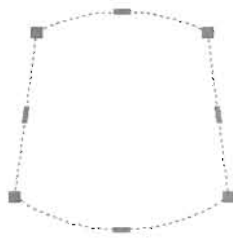

图 5-30
(4) 使用相同的方法将上边的线段也转换为圆弧, 并向上移动 50mm, 如图 5-30 所示。